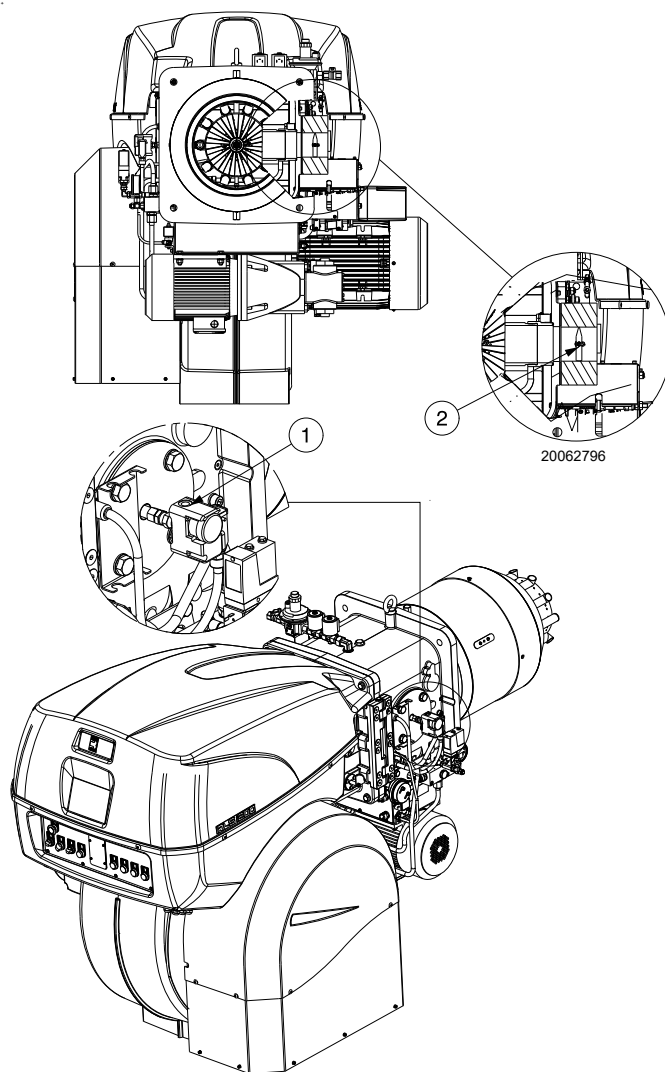

Fig. 24
Pression de gaz mesurée à la prise 1)(Fig. 24), avec :
Perte de charge vanne papillon gaz 2)(Fig. 24) avec ouverture maximale : 90°.
- soustraire de la pression du gaz à la prise 1)(Fig. 24) la pression dans la chambre de combustion.
Pression de gaz à la prise 1)(Fig. 24) = 44,2 mbars
Pour connaître par contre la pression de gaz nécessaire à la prise 1) (Fig. 24), après avoir défini la puissance de modulation maximale à laquelle on désire faire fonctionner le brûleur :
- Lire sur la droite, colonne 1, la pression à la prise 1) (Fig. 24).
Pression nécessaire à la prise 1)(Fig. 24).